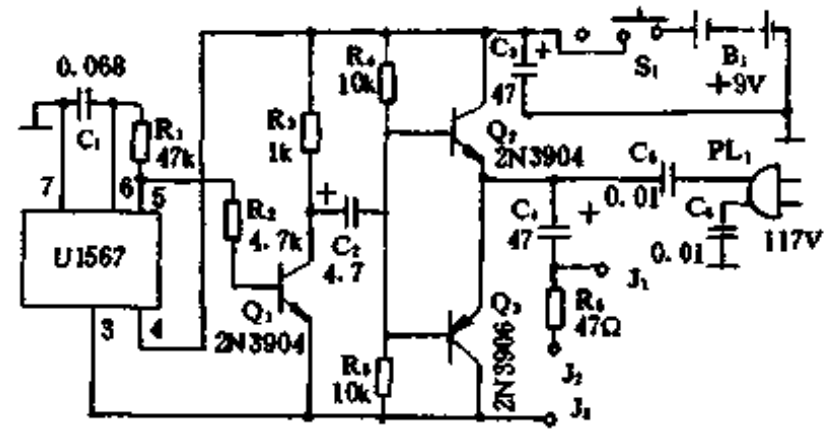

图 1-111
电路如图 1-111 所示。电路的核心是一个 567 音调检知器,此音调检知器被用作一非稳方波振荡器,工作频率为  $250Hz$ 。第⑤脚输出的  $250Hz$  方波送至  $Q_1$ (2N3904 一般用 NPN 三极管)的基极, $Q_1$  在此作为缓冲器, $U_1$  的交替输出使得  $Q_1$  随之导通及关闭。 $Q_1$  的输出从集电极取出,通过电容  $C_2$ ,送至  $Q_2$  及  $Q_3$ 。第二个 2N3904 及其互补 2N3906 PNP 三极管,构成互补对。它们交替地放大信号的两个半周,也就是说,当一个三极管关闭时,另一个便导通。此对三极管提供了低阻抗的信号源,能够驱动开环电路或闭环电路。